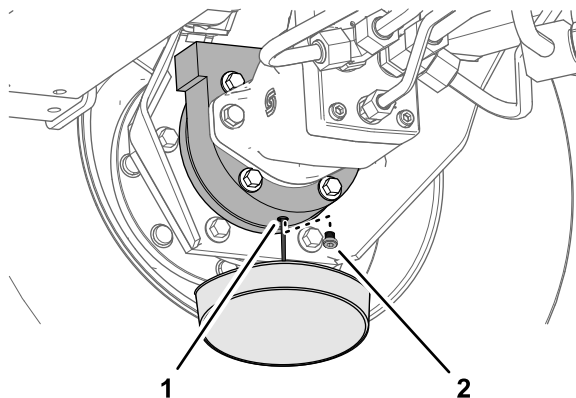

Figura 103
6. Mettete una bacinella sotto la scatola del freno, togliete il tappo di spurgo e lasciate defluire completamente l'olio (Figura 103).